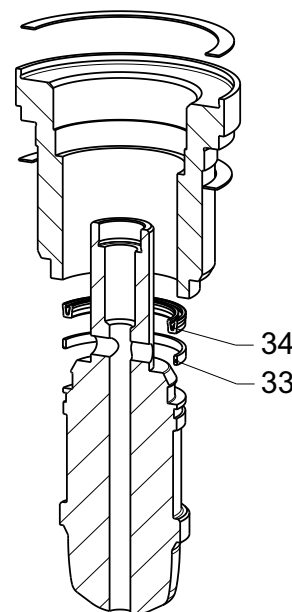

Fig. 17: Cono de alivio de presión con anillo en V de PTFE
- Haciendo palanca, sacar de la ranura del cono la empaquetadura del émbolo desgastada (pos. 34) con una herramienta adecuada.
- Colocar la nueva empaquetadura del émbolo (pos. 34), atendiendo a que la posición de montaje sea la correcta (véase la Fig. 17).
- Limpiar la superficie de rodadura del casquillo guía (pos. 32); en caso necesario, allanar con un abrasivo suave.
- Fijar mediante tuercas (pos. 10) y apretar en cruz. (Pares de apriete, véase Punto 7.3.1)